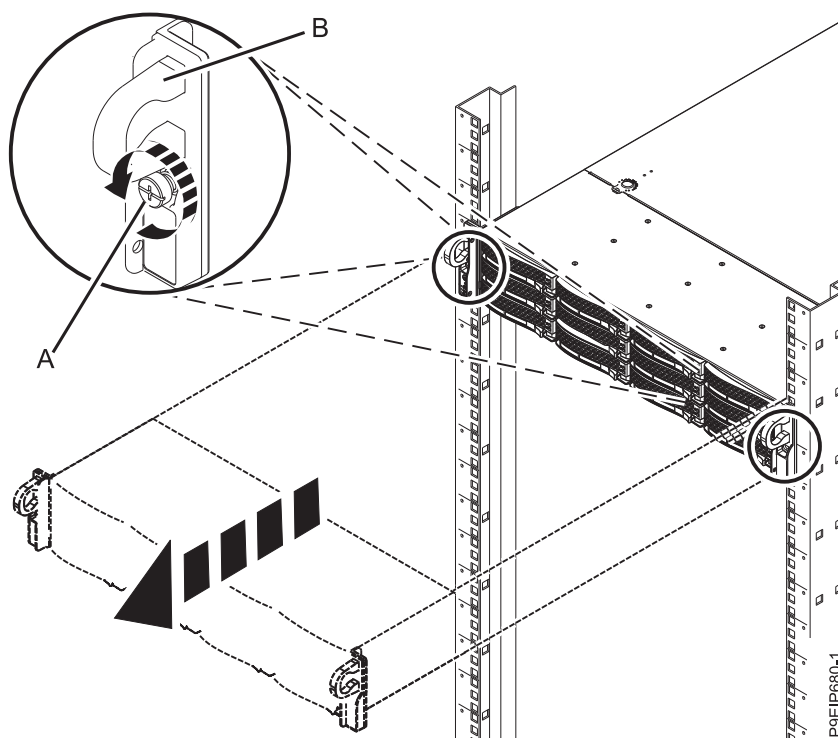

Figura 69. Cómo quitar los tornillos frontales y extracción del sistema del bastidor
1. Afloje los tornillos frontales (A) que fijan el sistema al bastidor desde ambos lados del sistema, tal como muestra la Figura 69 en la página 112.